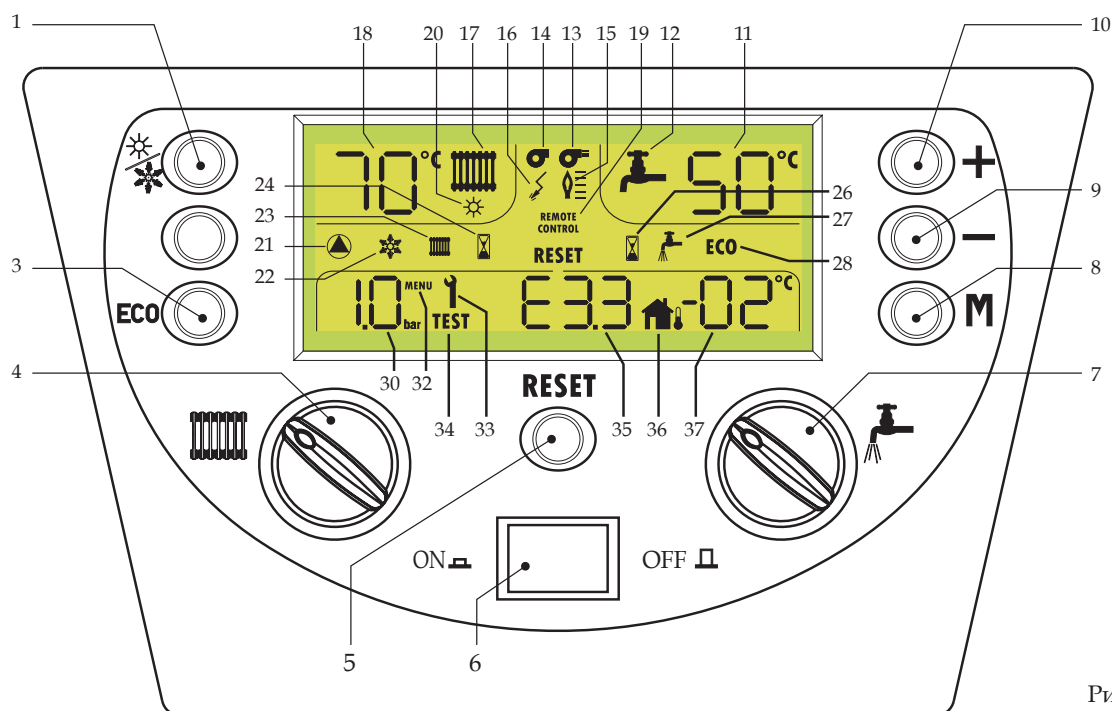

Рис. 1
В комфортном режиме котел греет воду до температуры, заданной ручкой 7, в экономичном режиме на рев накопительного бойлера исключается, и котел работает только на нужды отопления. Для включения/отключения режима COMFORT достаточно нажать клавишу 3 (ECO  - 3 рис. 1). Когда включен режим Комфорт, надпись ECO исчезает с дисплея.
Клавиша ПЕРЕЗАПУСК служит для возобновления работы котла в случае его блокировки. Для перезапуска котла нажать клавишу 5 (ПЕРЕЗАПУСК (RESET) - рис. 1).
- ☐ На **ж** клавишу ВКЛ/ВЫКЛ (ON/OFF) (см. рис. 1)
На **ж** клавишу ВКЛ/ВЫКЛ (ON/OFF) (см. рис. 1)
Для выбора одного из двух режимов достаточно нажать клавишу 1 (рис. 1).